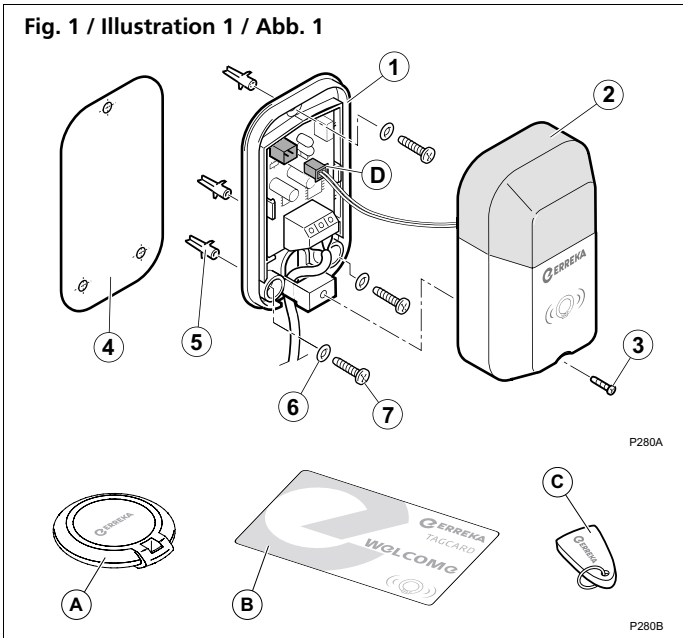

Fig. 1 / Illustration 1 / Abb. 1
### Contenido (fig. 1)
1 Fije el aparato de forma segura utilizando los medios apropiados (fig. 1). Para trabajar con más comodidad, desenchufe el conector (D) y retire la tapa (2).